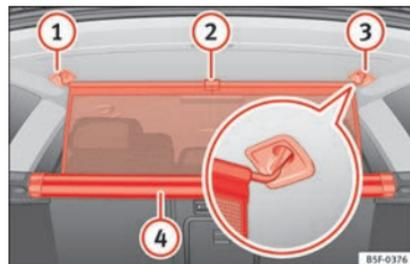

Abb. 167 Im Kofferraum: Trennwandnetz einhängen.
- Ziehen Sie die Lasche » Abb. 167 ② nach oben, um das Netz aus dem Einsatz ④ zu nehmen.
- Hängen Sie die Netztrennwand an der rechten Seite ③ (vergrößerte Darstellung) ein.
- Hängen Sie die Netztrennwand an der Aufnahme der linken Seite ① ein, indem Sie an der Stange ziehen.